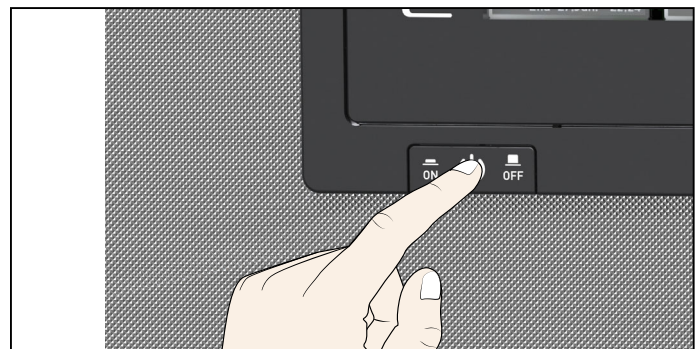

Abb. 17 Gerät ausschalten
3. Gerät am Hauptschalter ausschalten (Abb. 17).